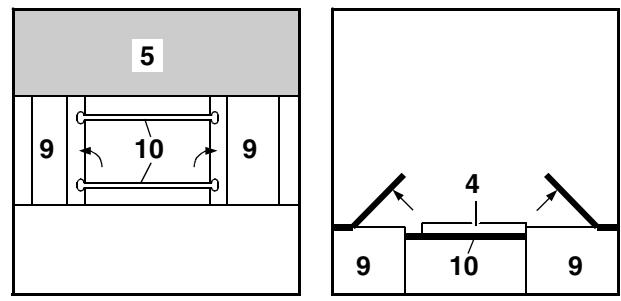

Bild 50 Während des Umbaus
- Beide Bettkastenklappen anheben und die beiden Bettstangen (Bild 50,10) quer zwischen die beiden Bettkästen in die jeweiligen Nuten einlegen. Bettkastenklappen schließen.
- Tischplatte (Bild 50,4) auf die beiden Bettstangen legen.